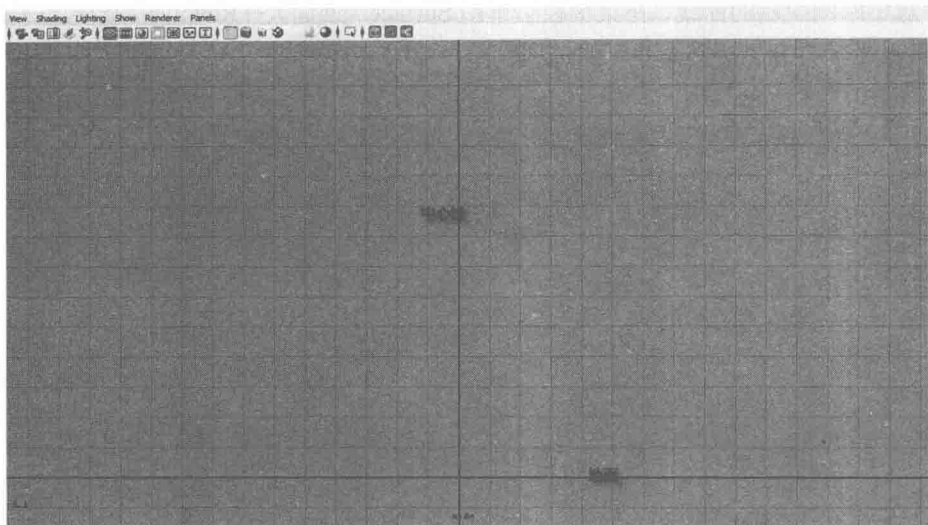

图 1-6
3) 在 side 视窗中, 按<Alt>键的同时按鼠标右键不放, 然后就可以通过拖动鼠标来缩放视窗; 按<Alt>键的同时按鼠标中键不放可以平移视窗。按照此方法, 将视窗调整到如图 1-6 所示。